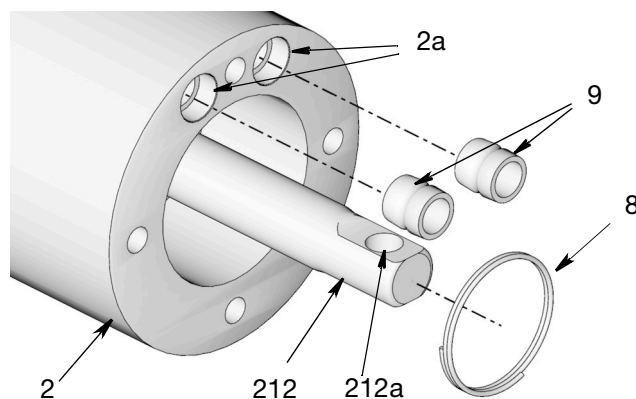
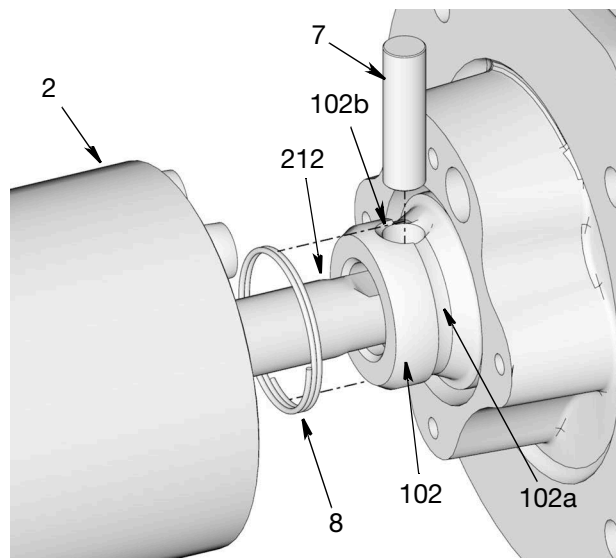
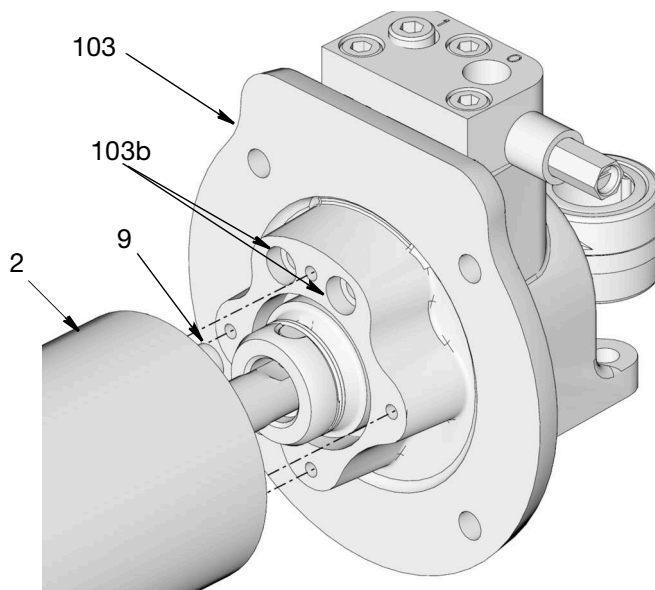

Рис. 45
Рис. 46
Рис. 47
18. Вдвигайте узел выталкивающего штока до тех пор, пока выталкивающий шток (212) не выдвинется из верхней части переходника насоса (2), как показано на Рис. 45.
19. Нанесите тонкий слой консистентной смазки на уплотнения прокладки (9). Установите уплотнения (2) в переходник насоса, как показано на Рис. 45
20. Установите стопорное кольцо (8) поверх конца выталкивающего штока (212), как показано на Рис. 46.
21. Извлеките узел насоса из тисков. Совместите отверстие (212a) в выталкивающем штоке (212) (Рис. 45) с отверстием соединительного штока (102b) (Рис. 46). Вставьте штифт (7) через отверстие.
22. Надвиньте стопорное кольцо (8) поверх штифта (7) для фиксации штифта на своем месте. Посадите стопорное кольцо в канавку (102a) в соединительном штоке (102) для предотвращения его перемещения во время работы насоса.
23. Совместите оба уплотнения прокладки (9) в переходнике насоса (2) с двумя отверстиями (103b) в консоли корпуса редуктора насоса (103). Сдвиньте нижнюю часть насоса и узел насоса вместе (Рис. 47).